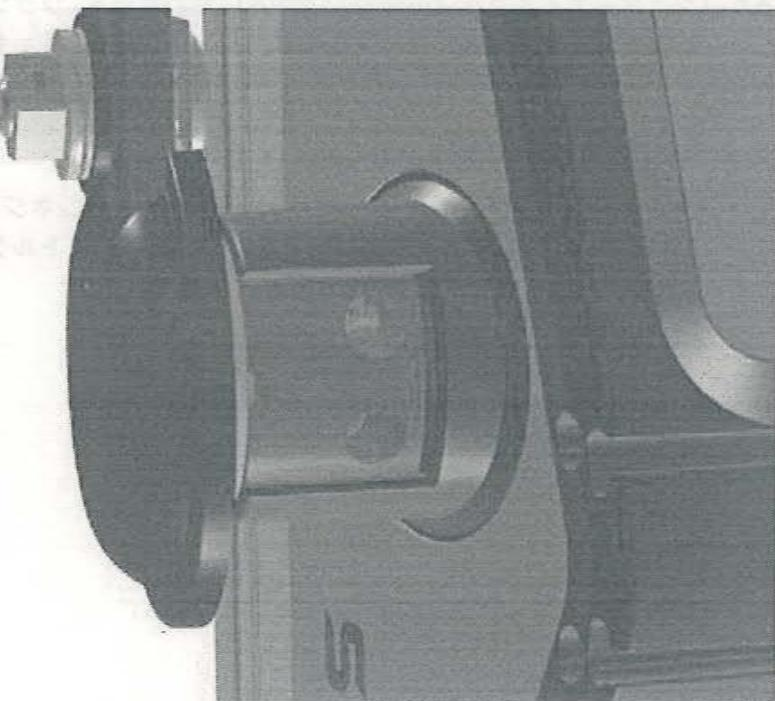

図6：スティアラップの取り付け方法
- スティアラップの両側にある両方のコネクターエレメントを、SkyPanelのそれぞれの側のホルダーに挿入します（図6を参照）。